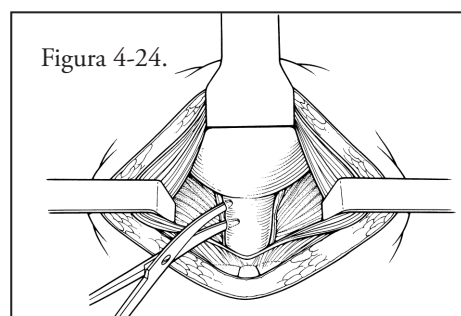

Figura 4-25.
2. Per determinare le dimensioni della cuffia richiesta, misurare la circonferenza dell'uretra al collo vescicale con il misuratore per la cuffia. Posizionare il misuratore per la cuffia intorno all'uretra in corrispondenza del sito di impianto della cuffia. Deve adattarsi bene senza stringere l'uretra. Se è stato posizionato un catetere nell'uretra, va rimosso prima di misurare il collo vescicale. **(Figura 4-25)**